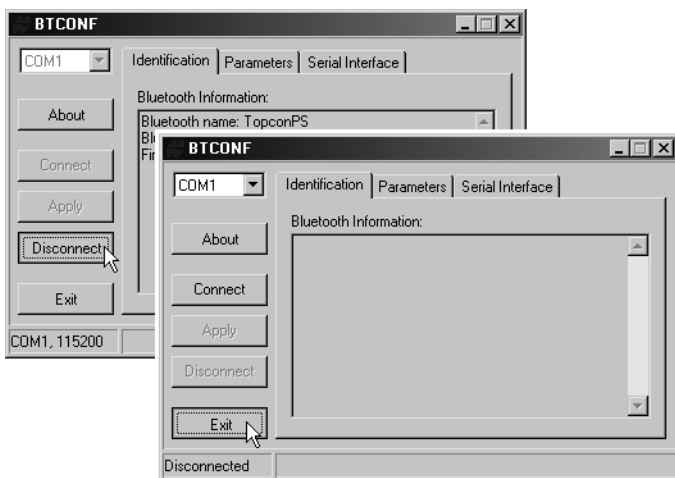

Figura 2-46. Hacer clic en Disconnect y después en Exit
- Hacer clic en Disconnect después en Exit (Figura 2-46) para salir BTPCONF.